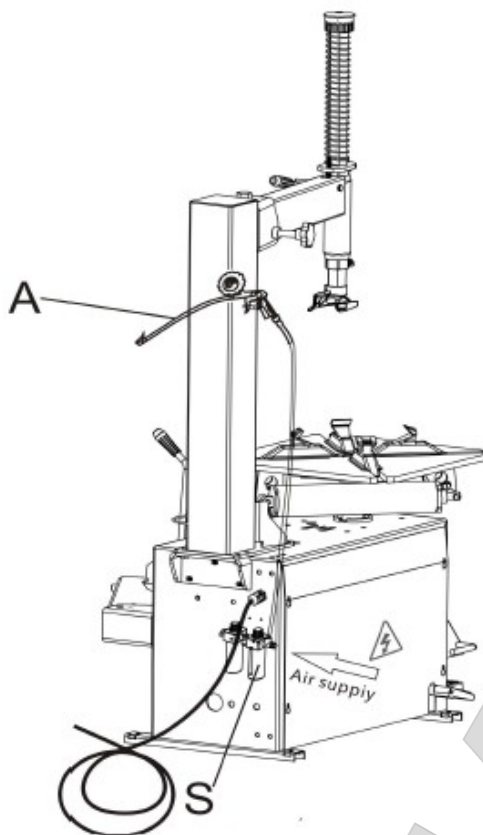

Рис. 8
- Подключение к пневмосистеме Подсоедините пистолет для накачки А к соединительной муфте, расположенной над воздушным фильтром S; закрепите пистолет на крюке колонны (рис. 8); подключите источник сжатого воздуха к муфте, расположенной между лубрикаторм и воздушным фильтром (рис. 8).